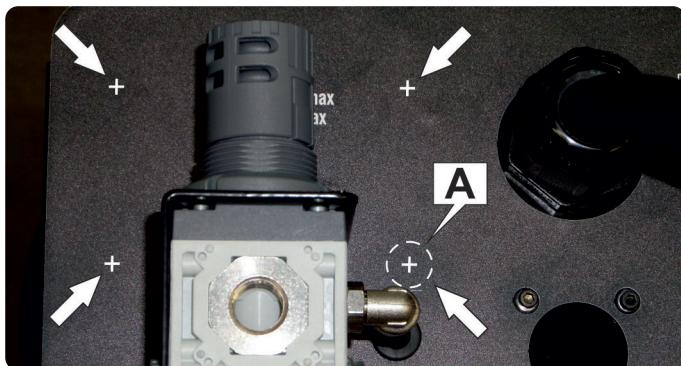

Fig. 1
- ◆ Individuare sulla targa del pannello posteriore della macchina quattro disegni a forma di croce (vedi fig.1) ed eseguire su ciascuno di essi un foro passante con un punteruolo o un attrezzo appuntito con diametro 4 mm. Attorno al foro A (indicato in fig.1) eliminare una porzione di targa-pellicola di diametro di circa 10 mm